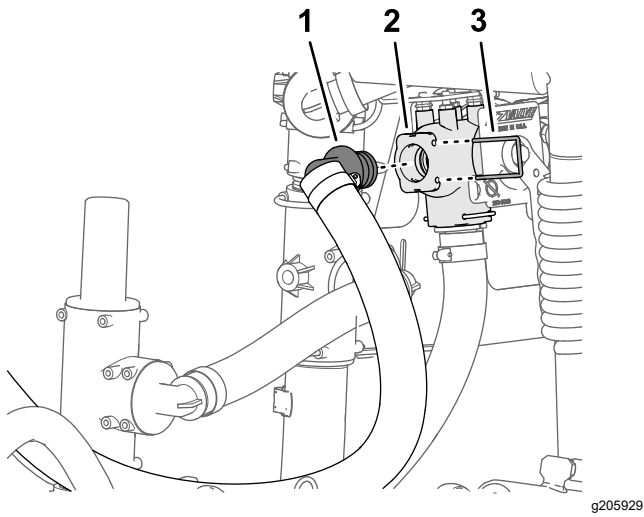

図 33
3. エダクタの給液ホースのバーブ付き90°フィッティングを、エダクタ停止バルブの空いているポートに組み付ける (図 33)。
4. リテーナを使って、バーブ付きフィッティングを停止バルブに固定する 図 33。